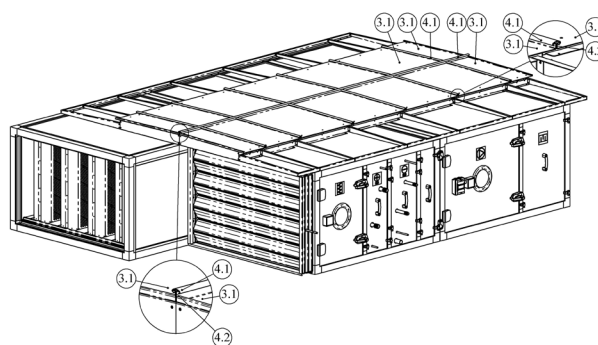

Abbildung 7.4
5. Beginnen Sie mit der Montage der Dachsegmente von der Mitte des Gerätes aus. Montieren Sie die Profile passend zur Breite des Rahmens. Bringen Sie Dichtstreifen zwischen zwei Segmenten an. Der Dichtstreifen wird nur auf die Seitenfläche eines Segments aufgebracht. Die Segmente werden mit dem C-Profil verbunden und mit Schrauben (5.0) wie in Abbildung 7.4 dargestellt am Rahmen befestigt.